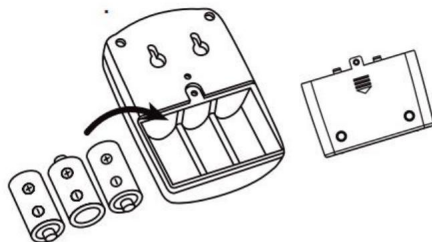

Fig. 5
6. Installare tre batterie "C" nel ricevitore. (Fig.5)